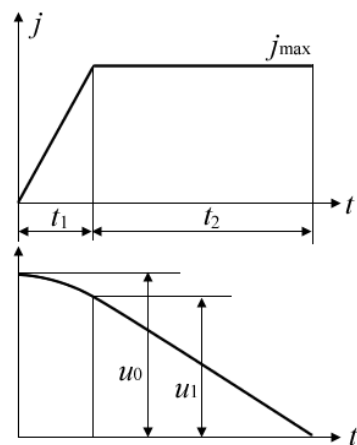

图4-1 汽车制动过程
4.10 某汽车在初始车速  $u_0$  开始制动，假定其有效制动过程为制动增强和制动持续两个阶段，如图 4-1 所示。